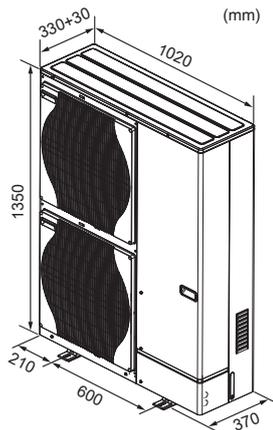

Fig. 2-2
2.2. Kontūrų matmenys (išorinis įrenginys) (Fig. 2-2)